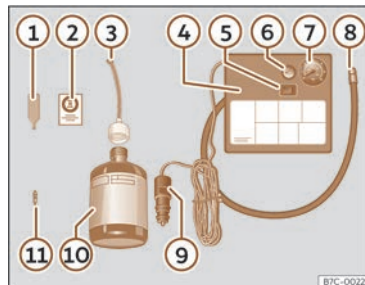

Fig. 204 Representación estándar: contido do kit antipicadas.
O kit antipicadas atópase no compartimento do maleteiro, baixo o revestimento do chan. Inclúe os seguintes compoñentes >>> **fig. 204:**
- Desaparafuse a carapucha e o obús da válvula do pneumático. Use o dispositivo >>> **fig. 204 ①** para extraer o obús. Póñao sobre unha superficie limpa.
- Sacuda con forza a botella de illante de pneumáticos >>> **fig. 204 ⑩**.
- Enrosque o tubo de inflamento >>> **fig. 204 ③** na botella de illante. O precinto da botella romperá automaticamente.
- Retire o tapón do tubo de carga >>> **fig. 204 ③** e enrosque o extremo aberto do tubo na válvula do pneumático.
- Volva colocar o obús co dispositivo >>> **fig. 204 ①** na válvula do pneumático.
- Enrosque o tubo de inflamento do pneumático do compresor >>> **fig. 204 ⑧** na válvula do pneumático.
- Asegúrese de que o parafuso de evacuación de aire estea pechado >>> **fig. 204 ⑥**.
- Acople o conector >>> **fig. 204 ⑨** á toma de corrente de 12 voltios do vehículo >>> páx. 227.
- Conecte o compresor de aire con conmutador ON/OFF >>> **fig. 204 ⑤**.
- Pegue o adhesivo >>> **fig. 204 ②** no cadro de instrumentos, dentro do campo visual do condutor.
Enrosque de novo o tubo de inflamento >>> **fig. 204**  e comprobe a presión no manómetro .